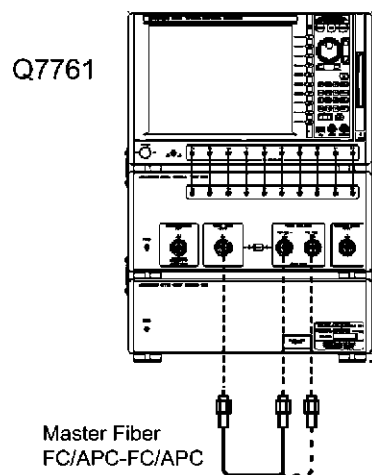

図 2-2 ダイナミック・レンジ (POWER 測定モード) 試験接続図
1. 機器を図 2-2 のように接続します。はじめにマスタ・ファイバを “OPTICAL SIGNAL OUTPUT” と “TEST PORT 1” を接続します。